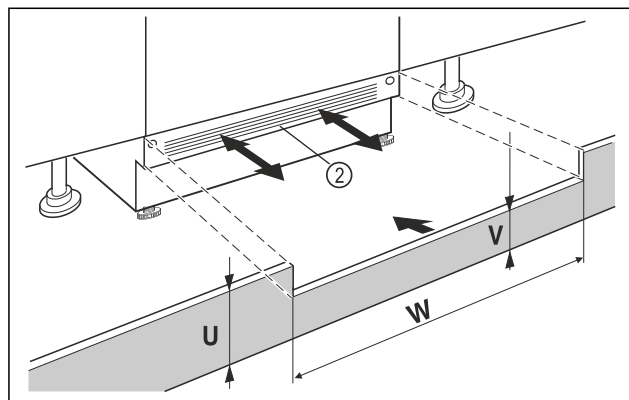

Fig. 40 Simbolična slika
- ▶ Nataknite okrasno letev naprave Fig. 40 (2), vendar je še ne fiksirajte.
- ▶ Če je okrasna letev Fig. 40 (2) vidna, jo potegnite gor tako daleč, da sta sprednji rob prezračevalne rešetke in okrasna letev povišča poravnana.
- ▶ Če je okrasna letev Fig. 40 (2) zakrita, jo potisnite do konca nazaj.
- ▶ Pazite, da so prezračevalne reže popolnoma proste: Po potrebi prilagodite višino okrasne letve Fig. 40 (U) povišča!
- ▷ Prilagodite višino stojine Fig. 40 (V) vzdolž širine niše Fig. 40 (W) pod okrasno letvijo Fig. 40 (2) povišča.